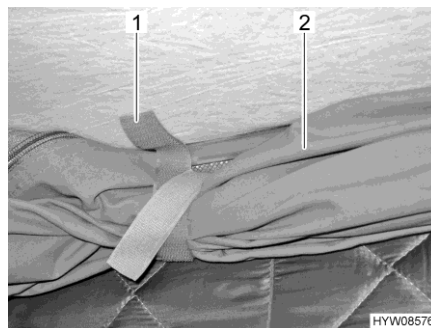

Bild 50 Hållare
- Lossa hållaren (Bild 50,1) på den upprullade tältduken (Bild 50,2).
- Rulla in tältduken (Bild 50,2) och säkra med hållarremmen (Bild 50,1).